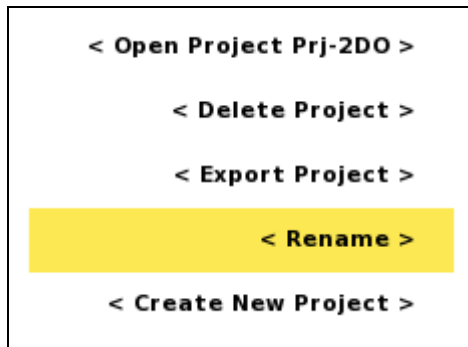

Figura 16. Menú de opciones de Proyecto con el objeto Renombrar (Rename) resaltado
- Mover el resaltador a <Rename> (Figura 16)